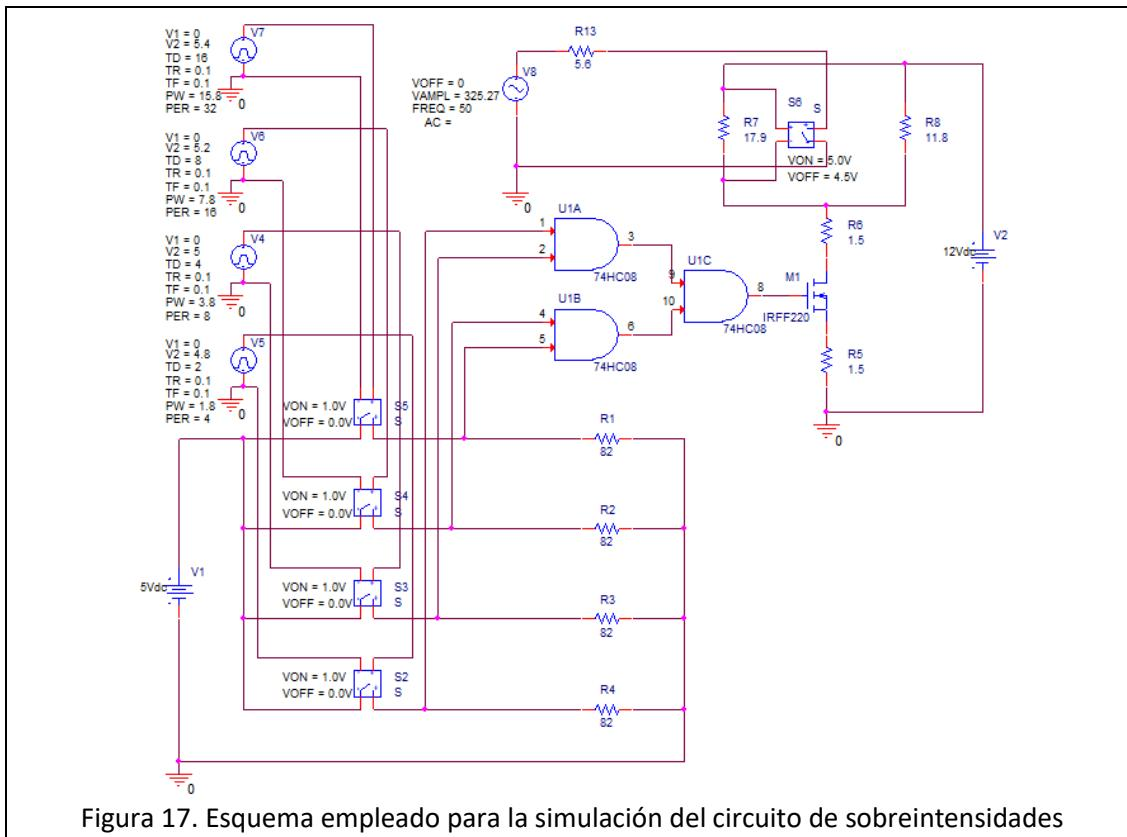

Figura 17. Esquema empleado para la simulación del circuito de sobreintensidades
- Esquema de sobreintensidades: El esquema utilizado para la realización de esta simulación es similar al que se puede observar en la Figura 12. Una de las diferencias más notables son el uso de señales PWM con el fin de probar todas las combinaciones posibles de las palancas del circuito de baja tensión. Otra de las modificaciones es la colocación de una resistencia equivalente en el lugar donde va colocada la bobina del relé. Este esquema se puede ver en la Figura 17.